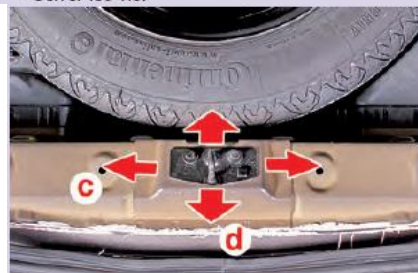

FIG.5
- Reposer et centrer la gâche en (c) avec la serrure du hayon de façon à ce qu'il n'y ait pas de contrainte lors de la fermeture (Fig.5).